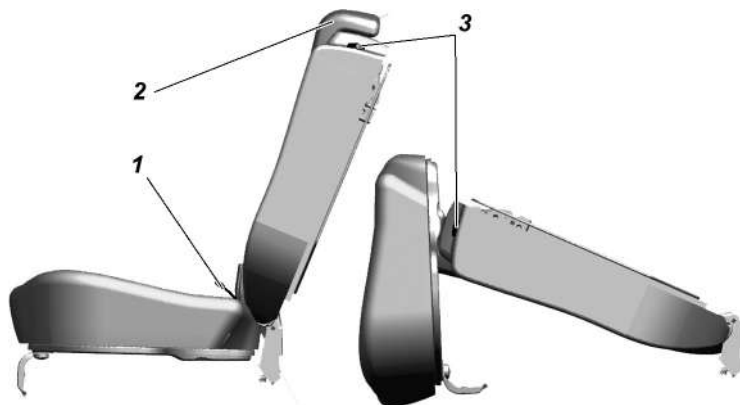

Рис. 3.49. Заднее трехместное сиденье:
Заднее трехместное сиденье (рис. 3.49) состоит из одноместной и двухместной подушки и одноместной и двухместной спинки.
- потяните за петлю 1 (рис. 3.49) (предварительно надавив на подушку, только для УАЗ ПИКАП), установите подушку в вертикальное положение;
- потяните за рычаг 3 по направлению движения автомобиля, освободив спинку, уложите ее, как показано на схеме, рис. 3.49;